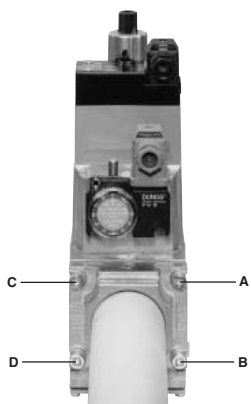
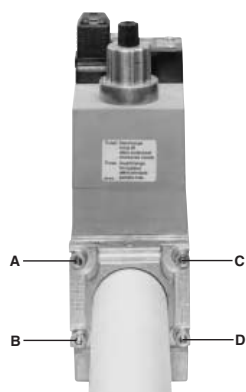

Fig. 27
Fig. 28
1. Slabiti suruburile A si B , dar NU LE DESURUBATI (Fig. 27 - Fig. 28).
2. Desurubati suruburile C si D (Fig. 27 - Fig. 28).
3. Introduceti grupul rampa Multibloc intre flansele filetate (Fig. 28).